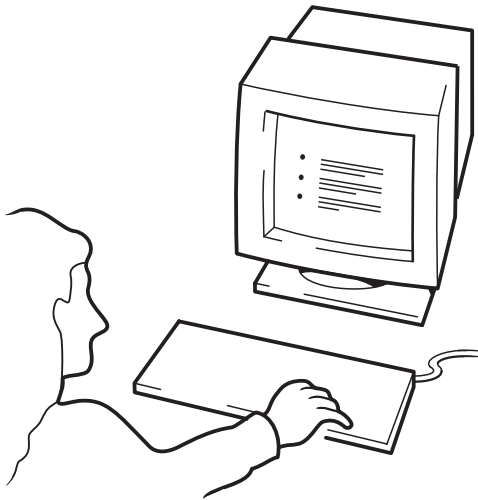

Figure 10c : utilisation de HP OBDR, étape 3
- 3 Suivez les instructions à l'écran pour configurer le système d'exploitation (voir figure 10c). Ces instructions varient en fonction du logiciel de sauvegarde. En règle générale, vous pouvez accepter la réponse par défaut pour tous les messages : appuyez simplement sur <Entrée>, par exemple.